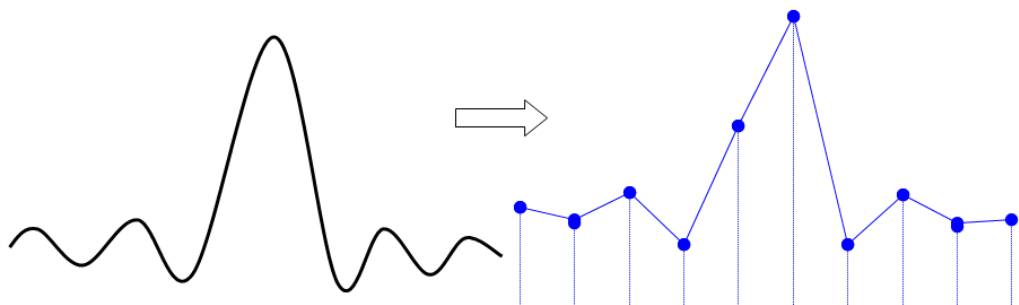

Abbildung 10-1
- Verzerrung der Wellenform: Aufgrund der niedrigen Abtastrate fehlen möglicherweise die Details der Wellenform. Die abgetastete Wellenform kann stark vom tatsächlichen Signal abweichen, wie in Abbildung 10-1 dargestellt.